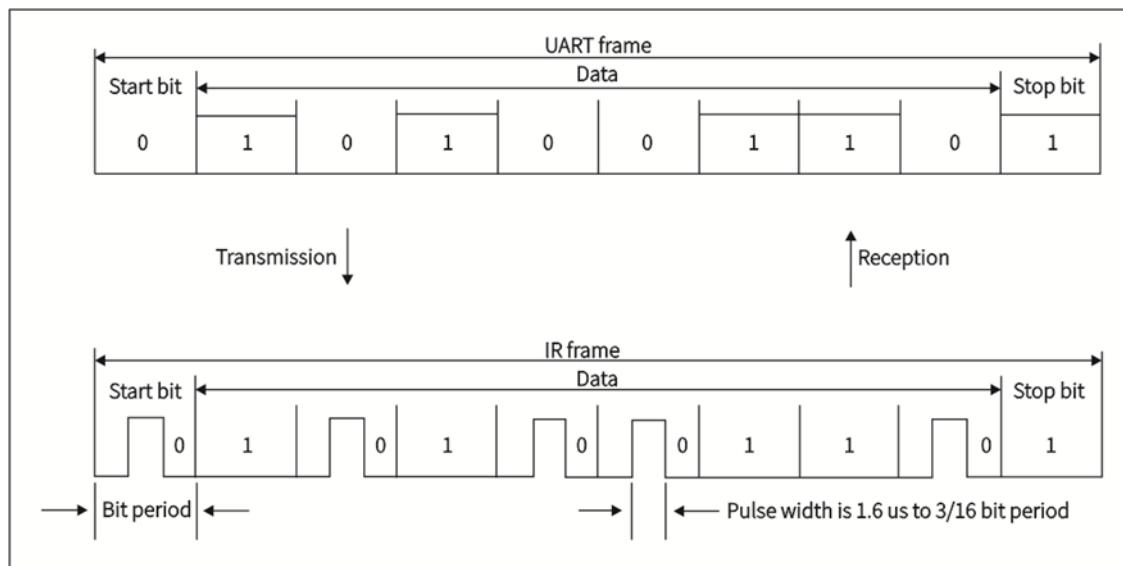

图21-10 IrDA 收发脉冲
- SIR 发送逻辑把' 0' 作为高脉冲发送，把' 1' 作为低电平发送；或者取反发送。脉冲的宽度规定为正常模式时位周期的 3/16，见图21-10 IrDA 收发脉冲。